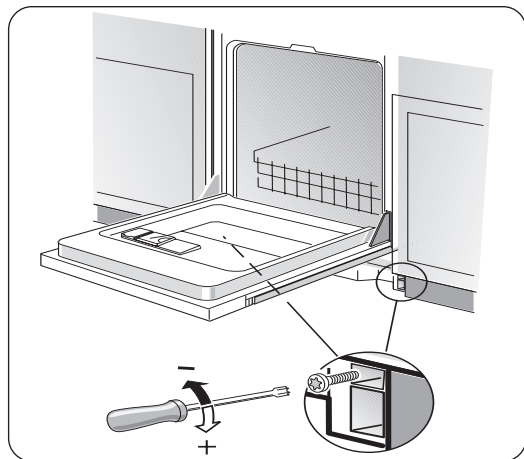

Ilustración 30
- 2 Introduzca los tornillos como muestra la **Ilustración 30**. Dele vuelta al tornillo en el sentido del reloj para aumentar la tensión del resorte.